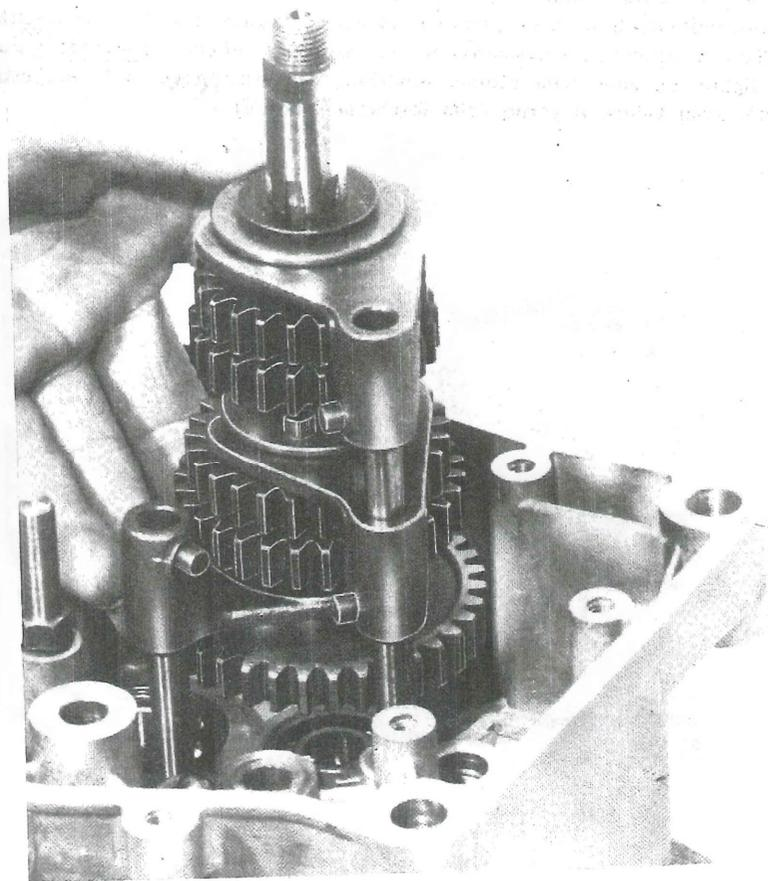

Fig. 30 - Montaggio albero secondario cambio
- Introdurre leggermente « l'albero secondario » nel cuscinetto, contemporaneamente alle 3 forchette spostamarce, già inserite dentro agli scorrevoli d'innesto (fig. 30). Naturalmente, le forchette spostamarce dovranno essere infilate nei relativi perni di guida.